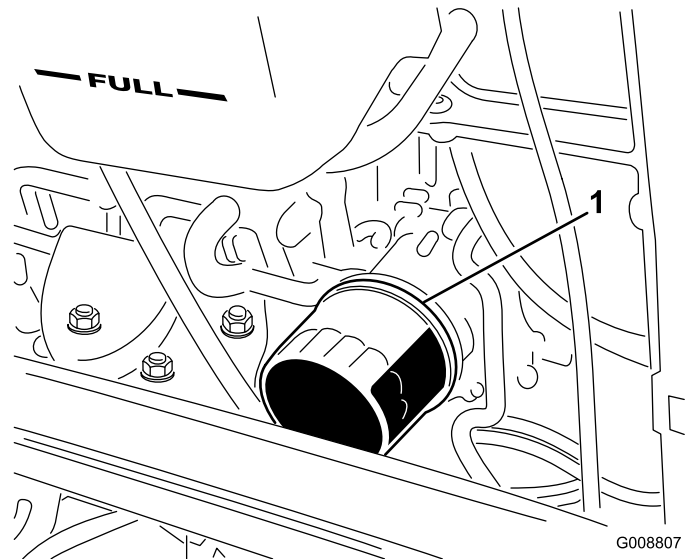

Bild 51
2. Entfernen Sie den Ölfilter (Bild 51). Ölen Sie die neue Dichtung am Ölfilter leicht mit frischem Öl ein, bevor Sie den Filter eindrehen. **Ziehen Sie nicht zu fest.**